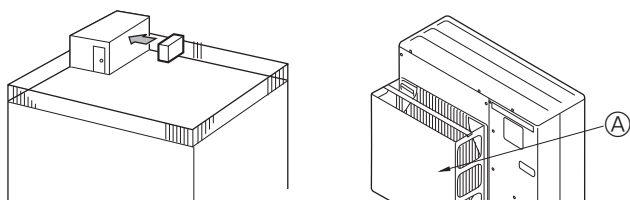

Fig. 2-2
- ① Rett luftutslippet mot nærmeste tilgjengelige vegg, hold en avstand på omtrent 50 cm. (Fig. 2-2)